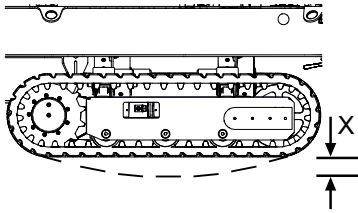

Abb. 139
7. Sicherstellen, dass der Durchhang (Abb.139/X) 10–15 mm hat.